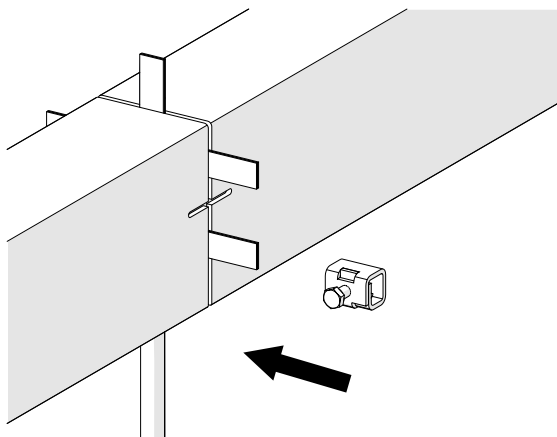
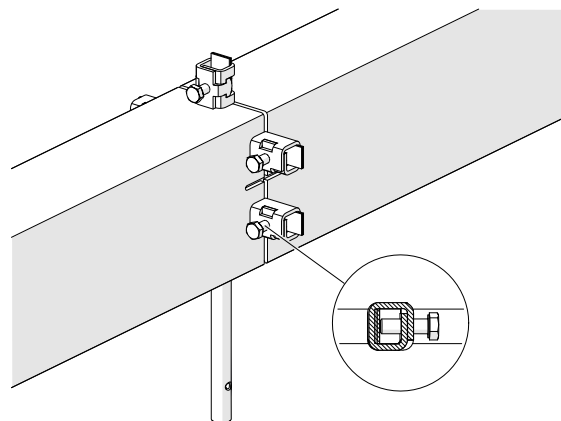

Abb. 32: Überwurfklemmen montieren
Abb. 33: Verbundene Schiene
- Die Überwurfklemmen über die Strombandenden schieben und bündig anliegend mit 5 Nm festziehen (siehe Abb. 32 und Abb. 33).